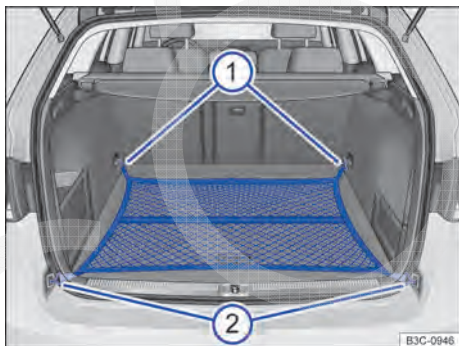

Fig. 120 No compartimento de bagagem: rede do compartimento de bagagem suspensa.
- Suspender o gancho da rede do compartimento de bagagem nos olhais de amarração ⇒ Fig. 120 ①. O zíper da rede para bagagem deve estar voltado para cima.
- Suspender o gancho da rede do compartimento de bagagem nos olhais de amarração ②. ►